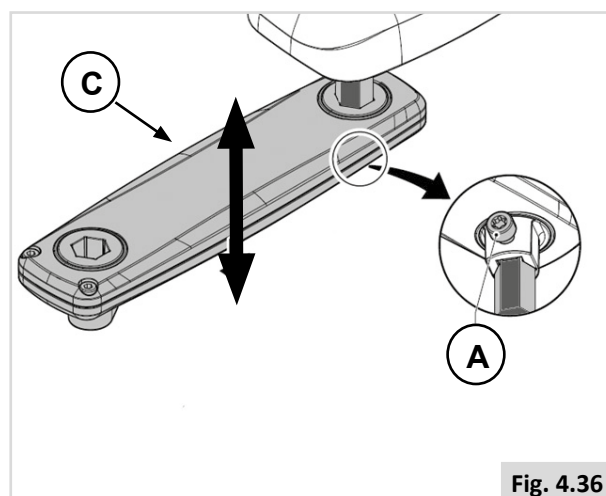

Fig. 4.36
Justere høyden på styreboksen (1) (Fig. 4.36)
1. Skru opp (A).
2. Skyv (C) til ønsket stilling.
3. Stram (A) på nytt.